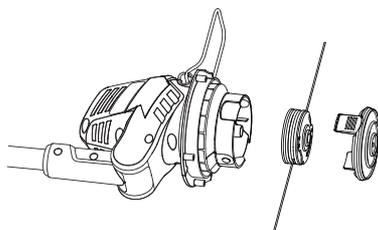

Fig. 28
- > Enlevez la bobine de la tête de coupe (Fig. 28).